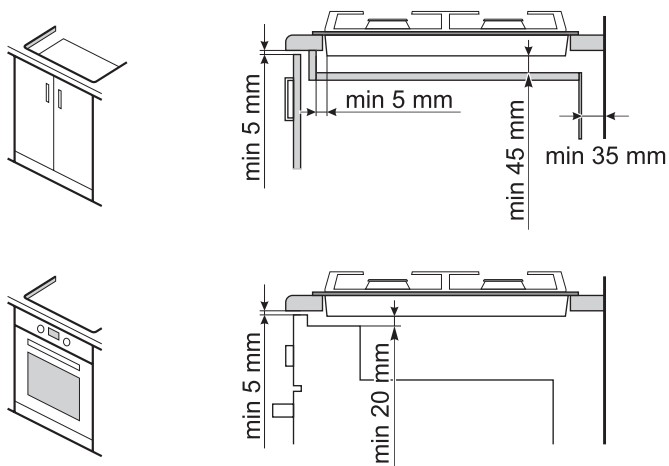

Рис. 7
- При установке стола необходимо обеспечить минимальные воздушные зазоры согласно рис. 7.